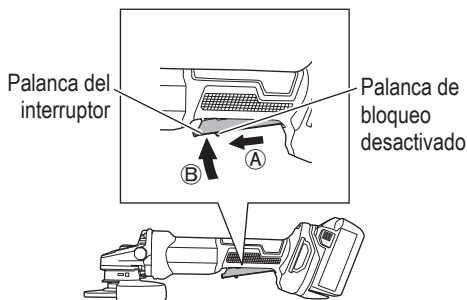

Fig. 16
Para encender, deslice la palanca de bloqueo desactivado en la dirección de (A) y presione la palanca del interruptor en la dirección de (B) como se muestra en la Fig. 16. Suelte la palanca del interruptor para apagar.